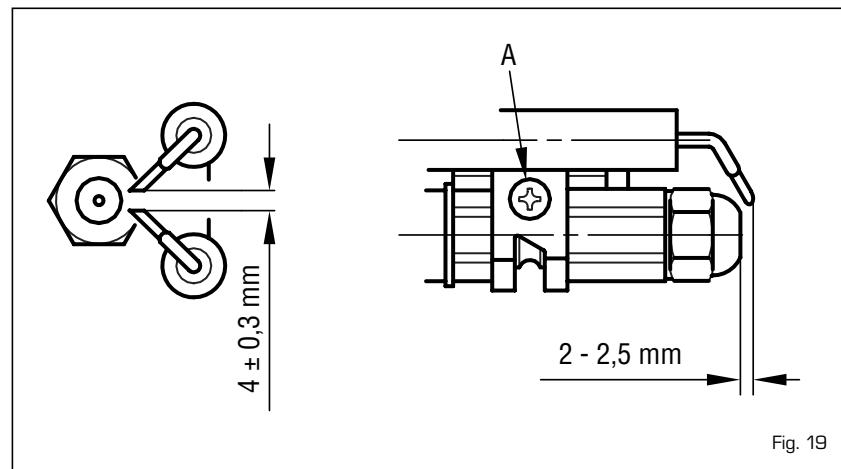

Fig. 19
4.5.2 Pulizia testa di combustione (fig. 19)
[fig. 19]:
- Allentare la vite di fissaggio (A fig. 19) del supporto elettrodi e sfilarlo.
SPEGNIMENTO CALDAIA (fig. 19)
Per spegnere la caldaia è sufficiente premere il tasto dell'interruttore generale (fig. 19). Chiudere i rubinetti del combustibile e dell'acqua dell'impianto termico se il generatore rimarrà inutilizzato per un lungo periodo.